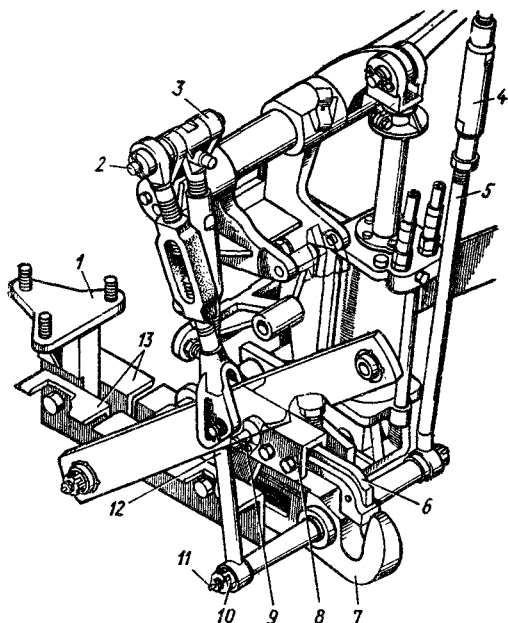

Рис. 93. Гидрофицированный прицепной крюк:
Гидрофицированный прицепной крюк (рис. 93) жесткий, шарнирно связанный с корпусом и рычагами механизма навески трактора, предназначен для использования трактора в агрегате с одноосными прицепами. При этом производительность трактора на транспортных работах увеличивается в результате улучшения проходимости, так как груженный прицеп, дополнительно нагружая задние колеса трактора, увеличивает его сцепной вес. Гидрофицированный крюк обеспечивает быструю сцепку — расцепку
5. Закрепите тяги 5 (см. рис. 93) и 12, установленные на оси 11 крюка, для чего гайки 10 затяните до отказа, а затем отпустите до совпадения прорези гайки с отверстием под шплинт и застопорите, обеспечив свободу вращения тяги на оси.
Перед подъемом крюка в транспортное положение и опусканием для сцепки или расцепки во избежание поломок необходимо проследить, чтобы стопорный палец 9 (см. рис. 93) был вынут из совмещенных отверстий кронштейна и крюка. Движение трактора с опущенным крюком приведет к поломке крюка. Крюк должен быть поднят в транспортное положение, а при транспортных работах застопорен. При невыполнении этих требований возможны расцепка трактора и авария.